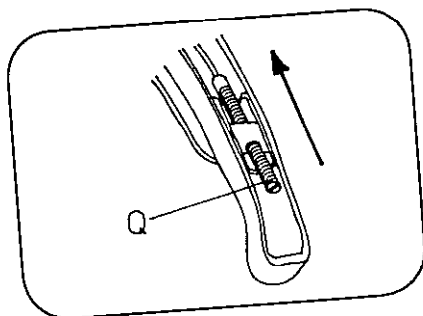

fig. 19
1. Enrosque el tornillo Q (fig. 19), tras soltar la tuerca P.